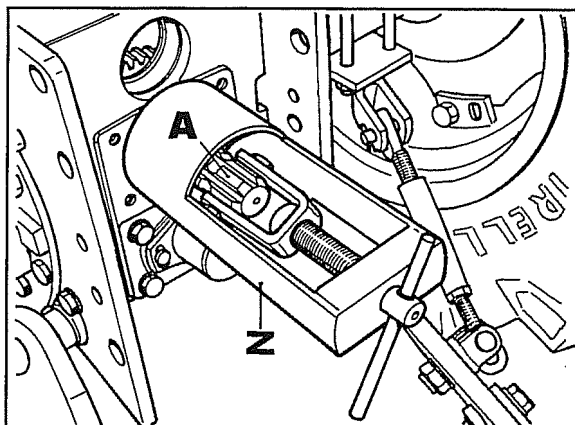
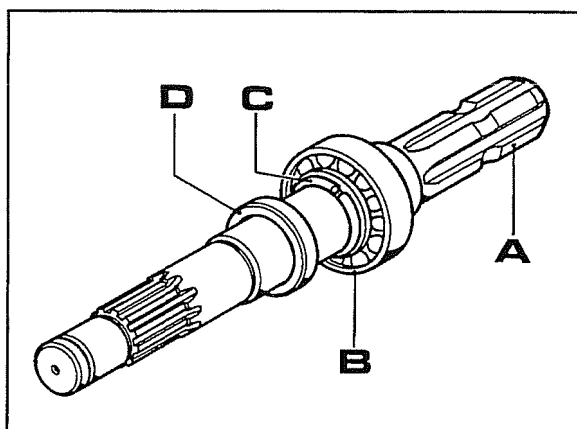
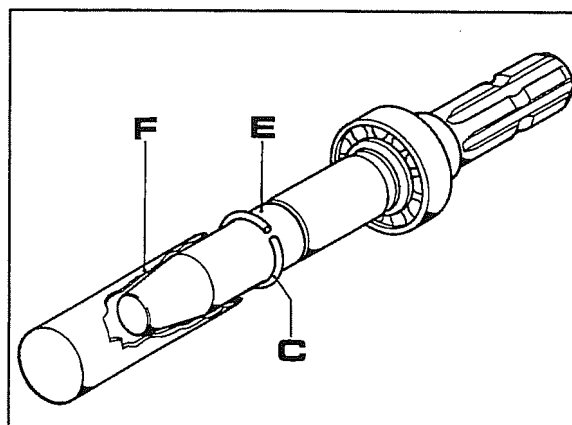

Fig. 17
Fig. 18
Fig. 20
7. Servendosi dell'attrezzo speciale **Z** fig. 17, estrarre l'albero presa di forza superiore **A** (fig. 17 e 18) il quale trascinerà con sé il cuscinetto **B**, bloccato sull'albero dal ritegno dovuto all'anello elastico **C** fig. 18.
- Per rimontare l'anello **C** di fig. 18 e 20, occorre servirsi di un apposito attrezzo costituito da una parte conica **E** fig. 20 e da una parte cilindrica **F** necessaria per spingere l'anello nella propria sede.